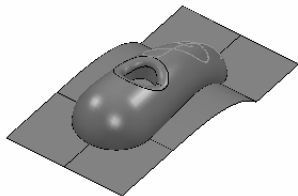

图 2-211 转换成镶嵌参考线
6) 在“PowerMILL 资源管理器”中右击“参考线”选项，在弹出的快捷菜单中选择“产生参考线”命令，系统即产生出一条空的参考线 1。选中所创建的参考线 1，单击鼠标右键，在弹出的快捷菜单中选择“插入”→“文件”命令，选择“yihu.dgk”（“随书光盘:\第2章\exercise18\uncompleted\yihu.dgk”）文件。然后选择所创建的参考线 1，单击鼠标右键在弹出的快捷菜单中选择“编辑”→“镶嵌”命令，弹出“镶嵌参考线”对话框，单击“应用”按钮，完成参考线镶嵌，如图 2-211 所示。